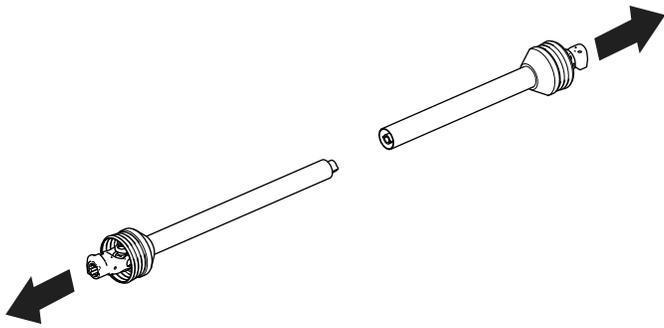

Figure 11
- Séparez les sections de l'arbre de transmission de la PDF (Figure 11).